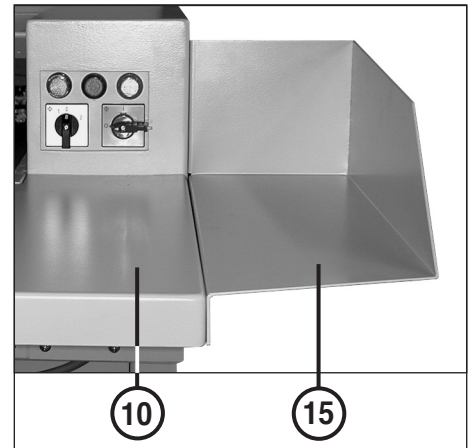
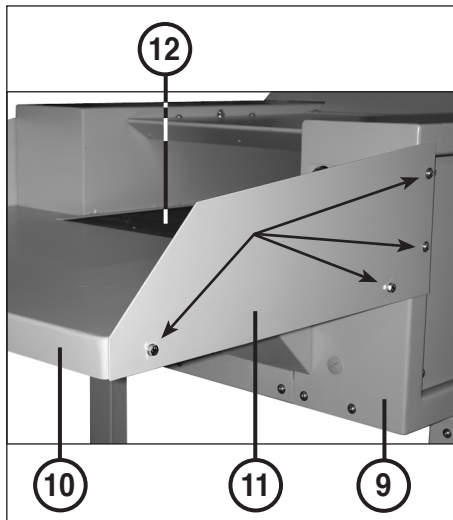

Abb. 5
Abb. 4
- 11 = Schutzblech (Abb. 4)
- 15 = Schutzwinkel (Abb. 5) (optional)
### MONTAGE DER SCHUTZWINKEL (15) (Abb. 4 und 5):
Bei Bedarf kann durch das Anbringen zweier Schutzwinkel (15) (Abb. 5) anstelle der beiden Schutzbleche (11) (Abb. 4) eine Verbreiterung der Auflagefläche des Tisches erreicht werden (siehe auch unter „SONDERZUBEHÖR“).
1. Die jeweils 4 Schrauben mit Unterlegscheiben an der Gehäuse-Seitenwand (9) links und rechts sowie am Tisch (10) abschrauben (siehe Pfeilmarkierungen Abb. 4).
2. Beide Schutzbleche (11) entfernen und die beiden Schutzwinkel (15) mit Hilfe der zuvor abgeschraubten Schrauben und Unterlegscheiben an der Gehäuse-Seitenwand (9) links und rechts sowie am Tisch (10) festschrauben.